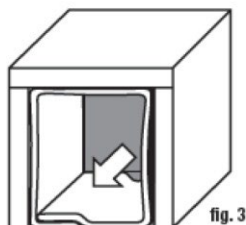

fig. 3
11. 最後にThinsulate™ 吸音材を取り付けます(図3)。